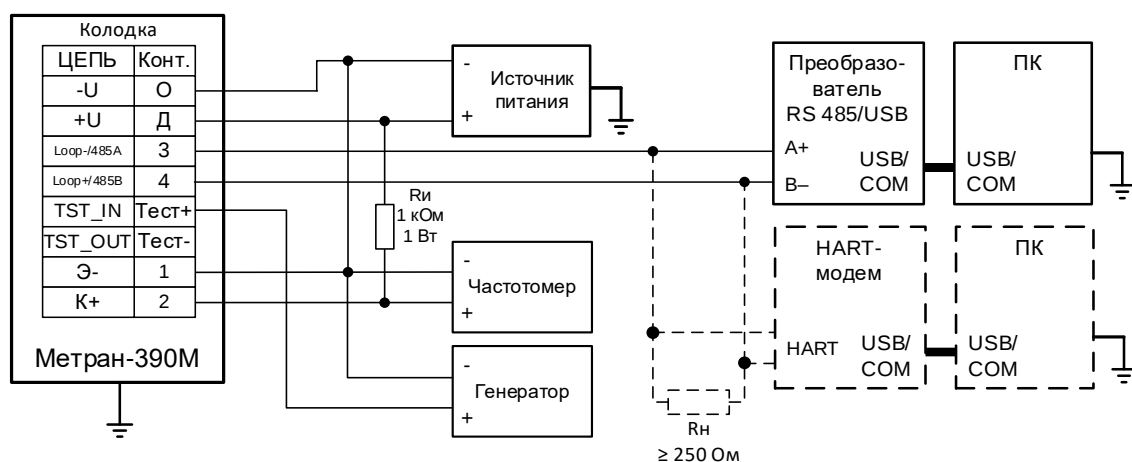

Рисунок 4.1 – Схема подключения расходомера при поверке с внешним генератором
4.2.1 При использовании внешнего генератора (калибратора) собрать схему (рисунок 4.1) в соответствии с имеющимся у расходомера цифровым выходным сигналом. На генераторе выбрать режим генерации синусоиды со следующими параметрами: